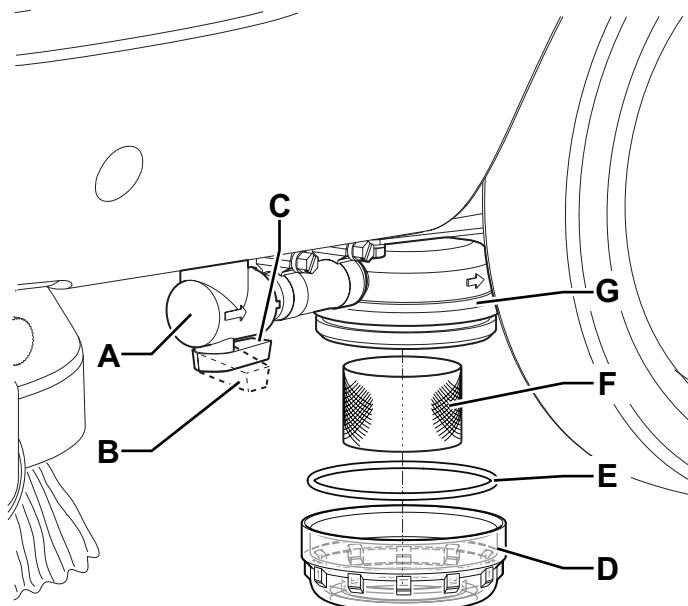

Figure 9
2. Contrôler que les interrupteurs (62) et (63) sont en position « 0 ».
3. Fermer le robinet de la solution (A, Fig. 9) situé dessous la machine, devant la roue arrière gauche.